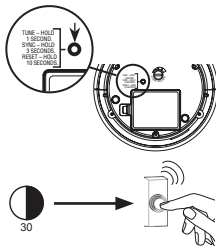

Figure 5
- Appuyez sur le bouton « SYNC » au bas du carillon et maintenez-le enfoncé jusqu'à ce que le carillon émette un « bip-bip » (voir la Figure 5).
- Appuyez sur le bouton-poussoir dans les 30 secondes suivantes (voir la Figure 5). Le carillon émettra un « Bip-Bip » pour indiquer que le bouton-poussoir est synchronisé.